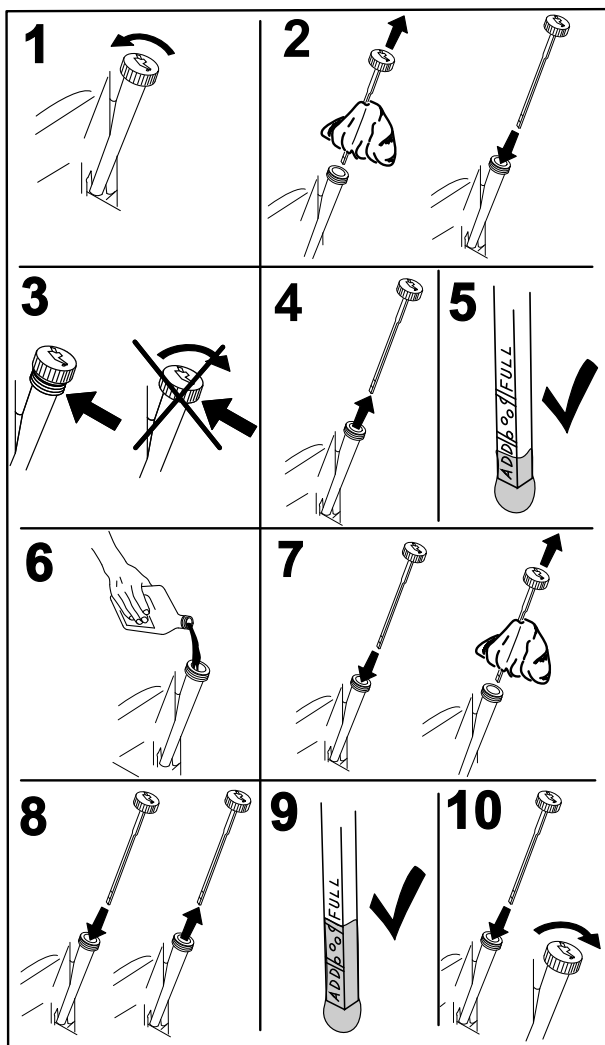

Figura 33
4. Pare el motor, retire la llave y espere a que se detengan todas las piezas en movimiento antes de abandonar el puesto del operador (Figura 33).